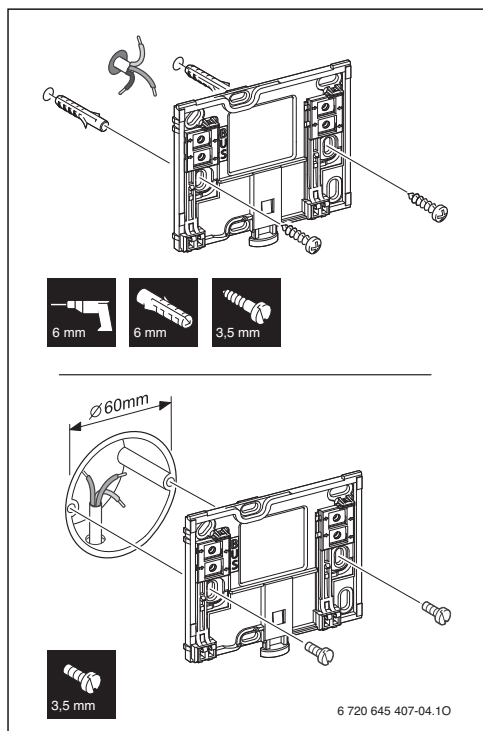

Fig. 3 Installazione della base
► Installare la base sulla parete (→ fig. 3).